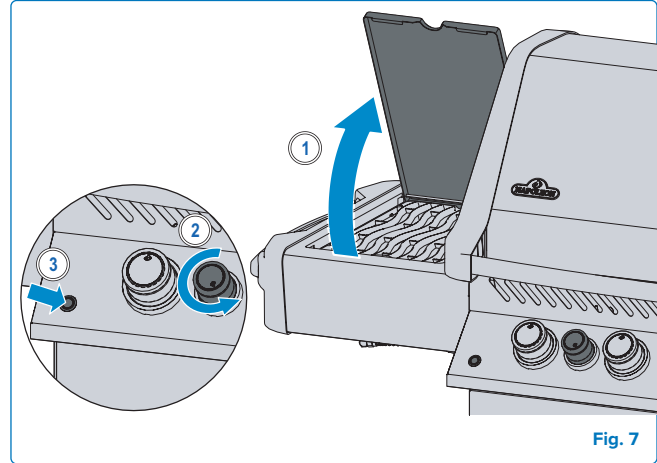

Fig. 7
4. Se il bruciatore non si accende, ruotare la manopola di controllo del bruciatore in senso orario fino alla posizione OFF. Attendere 5 minuti. Ripetere i passaggi 2 e 3. **(Fig. 7).**